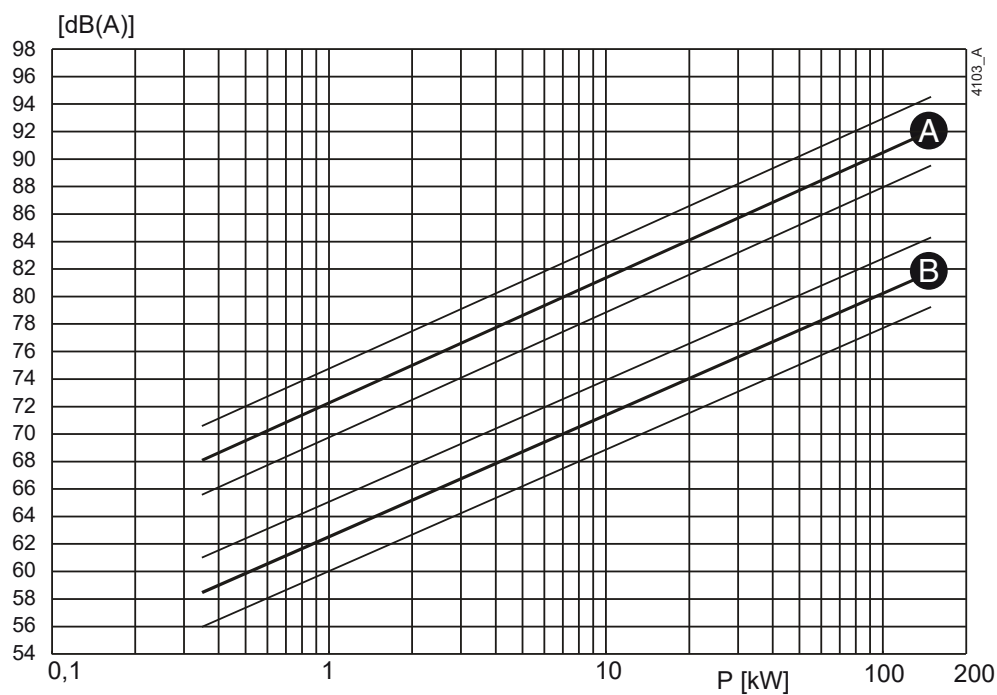
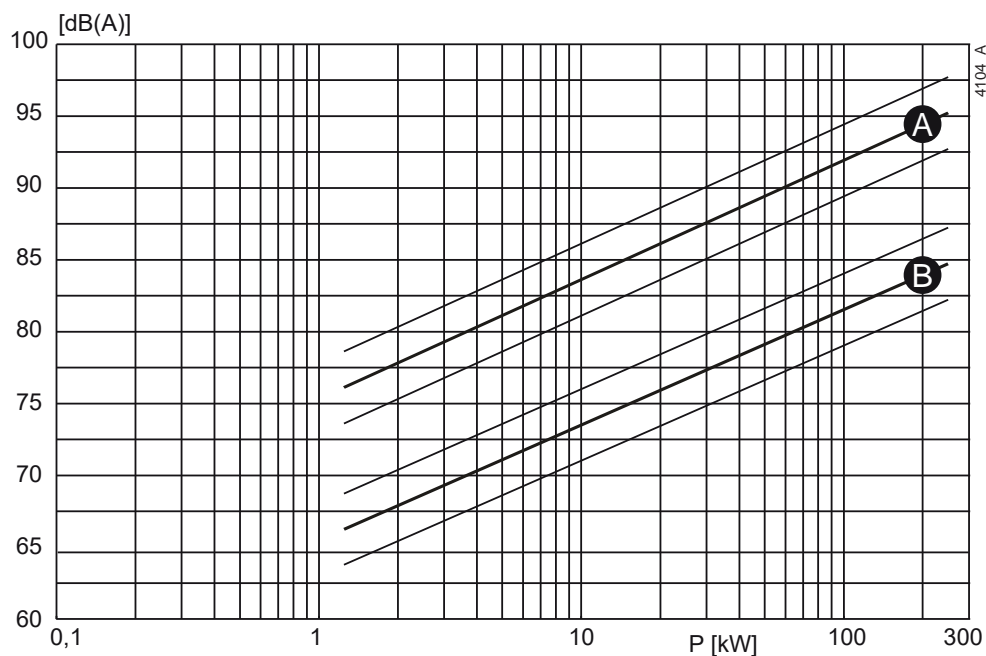

图 30: 1450 min-1 时噪声级与泵功率 [kW] 之间关系
图 31: 2900 min-1 时噪声级与泵功率 [kW] 之间关系
- 1 确定泵的噪声级 (L1)，请参阅图 30 或图 31。